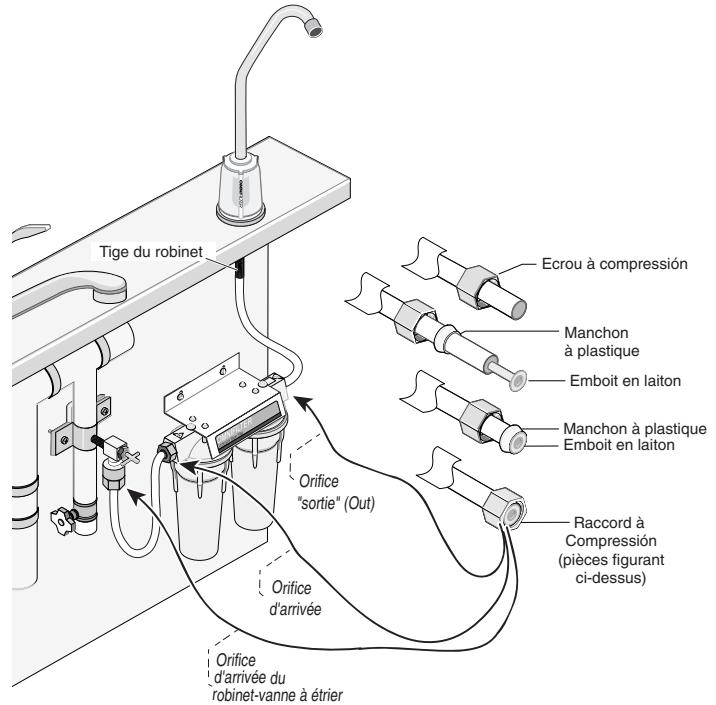

Figure 9
Finition du raccordement des tubes; se reporter à la Figure 9.
d. Serrer le tube en plastique dans chacun des orifices, comme il est illustré à la Figure 9.